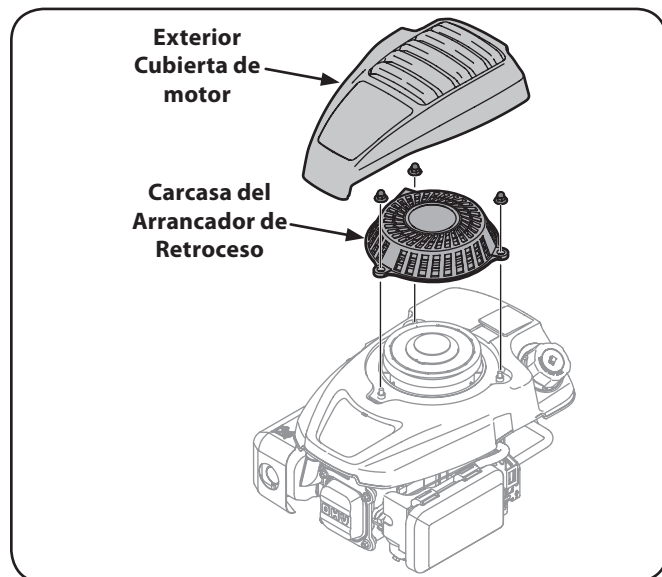

Figura 6-22
1. Retire exterior cubierta de motor (De Ser equipado) y la carcasa del arrancador de retroceso, como se muestra en la Figura 6-22.